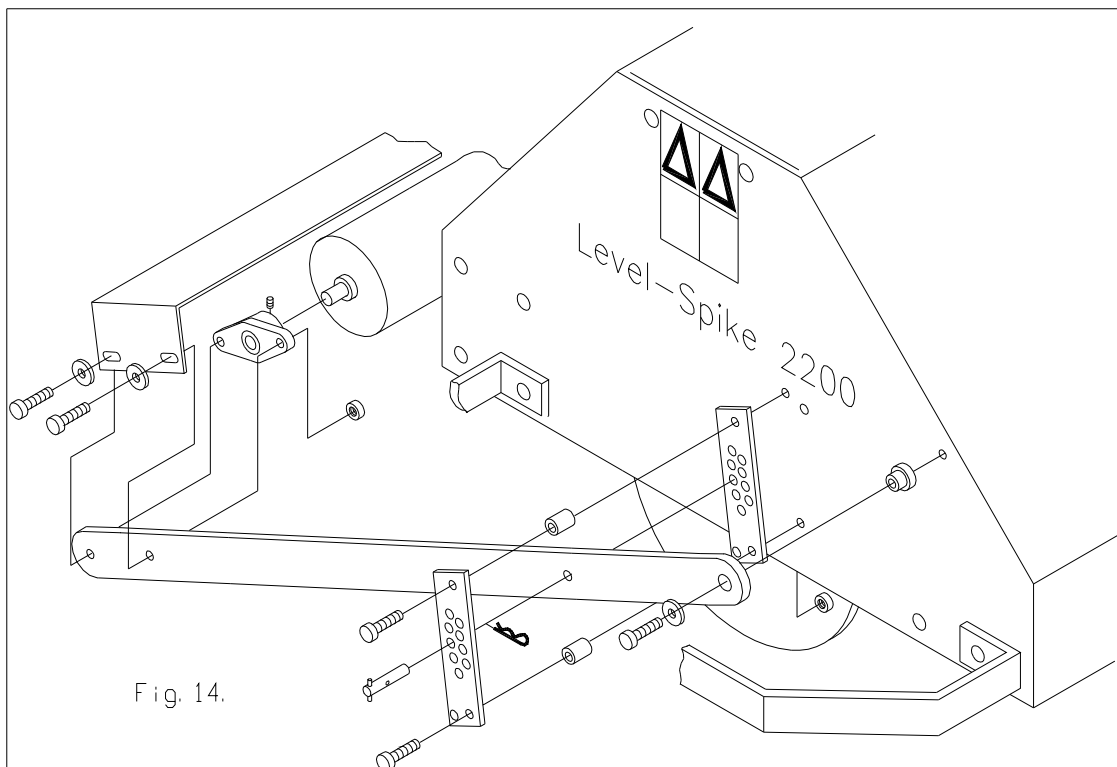

Fig. 14.
12.5 KIT DE ROULEAU ARRIÈRE, voir fig. 14.
Un kit de rouleau arrière (# 213.170.002 pour le modèle 1700 et # 213.220.002 pour le modèle 2200) est disponible pour les deux modèles de LEVEL –SPIKES. L'assemblage du rouleau arrière, qui est simple, est indiqué à la Fig.14.